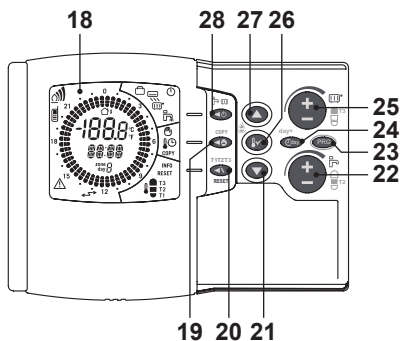
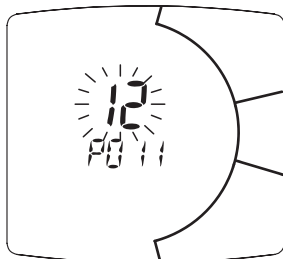
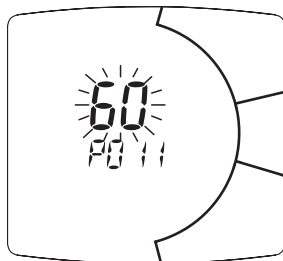

Figura 5.46
Figura 5.49
Figura 5.50
- Scorrere i vari parametri utilizzando il tasto 22 in Figura 5.46 fino a far apparire sul display LCD le lettere **P011** con sopra il relativo valore del parametro **12** che lampeggia, indicante l'entrata nel "parametro 11" (Figura 5.49).
- Modificare il SET programmato agendo sul pulsante 25 in Figura 5.46 fino a visualizzare un **set di 60**, aspettare che il numero programmato cominci a lampeggiare (Figura 5.50).